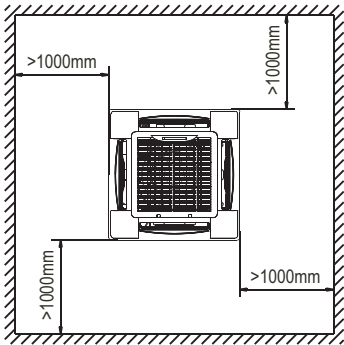

Abb. 5-3
(Spezifikationen siehe Abb.5-1, Abb.5-2, Abb.5-3 und Tabelle 5-1)
- Die konkave Ansicht der Einbauhaken sollte in die Richtung der normaler Hacken zeigen. Bestimmen Sie die Länge der Montagehaken unter Berücksichtigung der Deckenhöhe und entfernen Sie dann den Rest (siehe Abb.5-1, Abb.5-2, Abb.5-3 und Tabelle 5-1 für Spezifikationen).